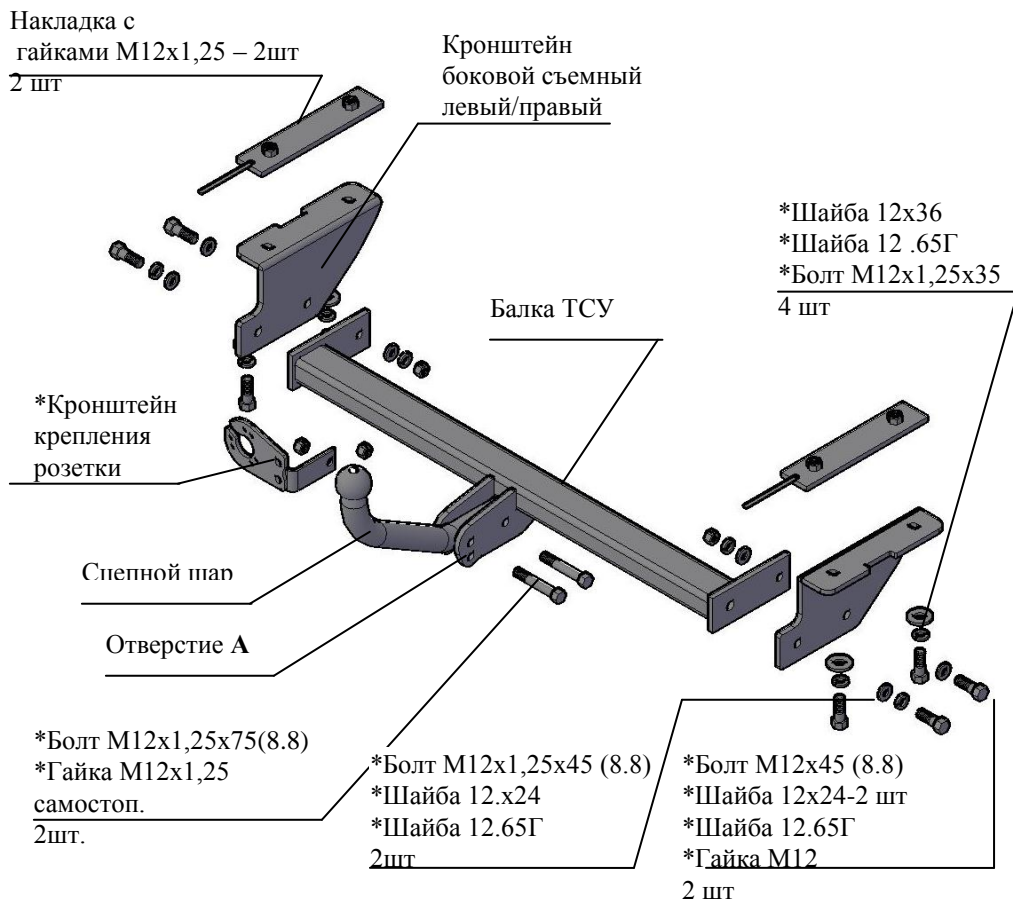

Рис.1 Тягово-сцепное устройство 8220
2.1 ТСУ 8220 в сборе (рис.1)	1 шт.
2.2 Пакет с комплектующими (см. рис.1)	1 шт.
4.3 Закрепить съемные боковые кронштейны (правый и левый соответственно рис.1) к нижним полкам лонжеронов болтами